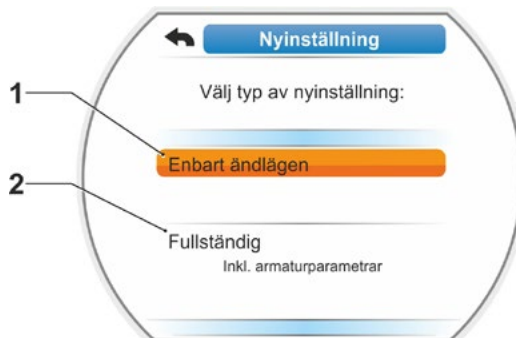

Bild 2: Ändlägesinställning med eller utan parametrar
- Bekräfta menypunkten "Nyinställning". På displayen visas frågan om "Endast ändlägen" ska ställas in (bild 2, pos. 1), eller om "Fullständig" inställning ska utföras med de parametrar som är förutsättning för en korrekt ändlägesinställning (pos. 2). Dessa parametrar är: